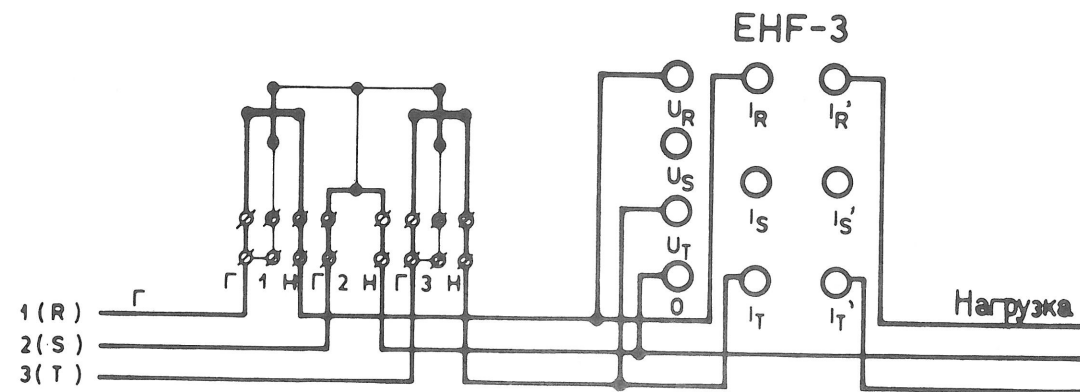

Рис. 11. Схема включения прибора ЕНН-3 при проверке трёхфазного трёхпроводного счетчика активной энергии
- Рис. 11. Схема включения прибора ЕНФ—3 при проверке трёхфазного трёхпроводного счетчика активной энергии